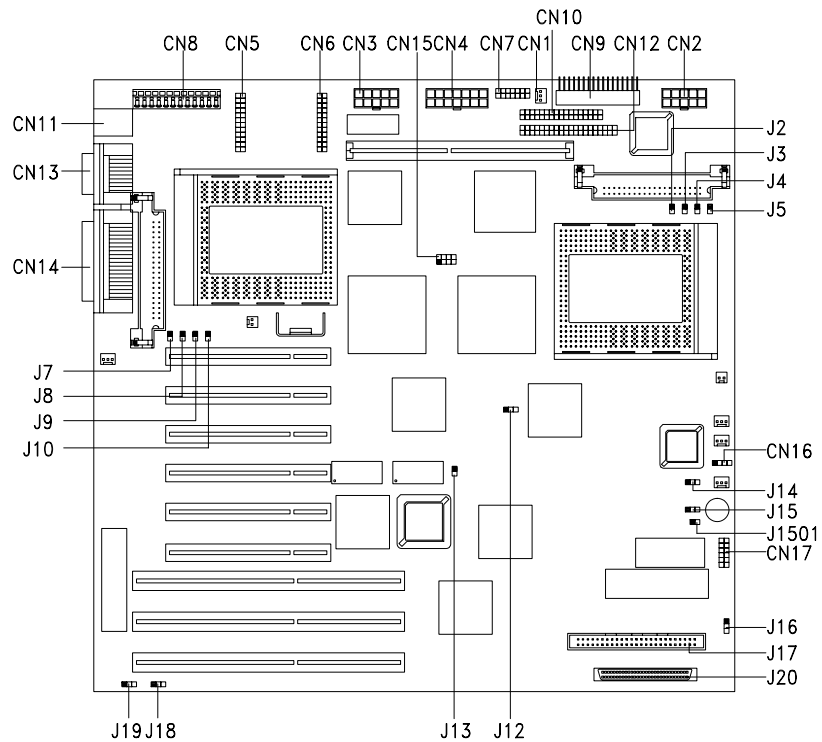

Abbildung 3-20 Brückenverbindungen und Anschlüsse
Abbildung 3-20 zeigt die Brückenverbindungen (J) und Anschlüsse (CN) auf der Hauptplatine.